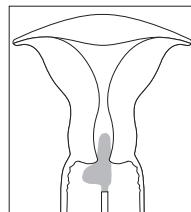

Fig. 1
3. Segurar a FLOQSwabs® pela haste, inserir a ponta da zaragatoa (a secção longa do L) dentro do canal cervical, deixando de fora a parte mais larga da zaragatoa (a secção curta do L). Ver Fig. 1